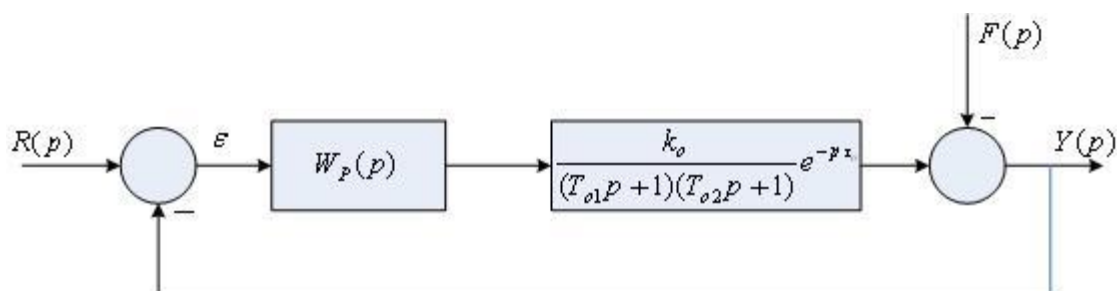

Рис. 2. Структурная схема САУ
4. Настройте параметры ПИД – регулятора по временному модифицированному методу Зиглера – Никольса системы, состоящей из функционально необходимых элементов. Структурная схема системы приведена на рис. 2, исходные данные для первого варианта – в табл. 2.
4. Настройте параметры ПИД – регулятора по частотному методу Зиглера – Никольса системы, состоящей из функционально необходимых элементов. Структурная схема системы приведена на рис. 2, исходные данные для первого варианта – в табл. 4.